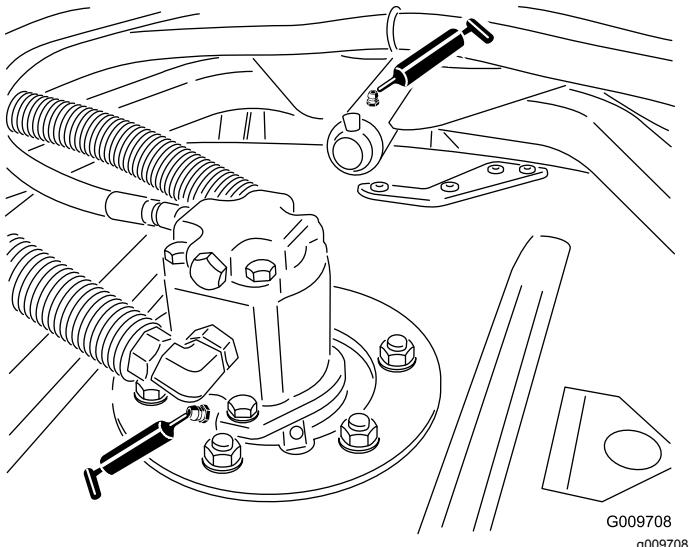

Figure 30
- Roulements d'axes de pivots de plateau de coupe (2 par plateau de coupe) (Figure 30)
- Bagues de bras de bâti porteur de plateau de coupe (1 par plateau) (Figure 30).